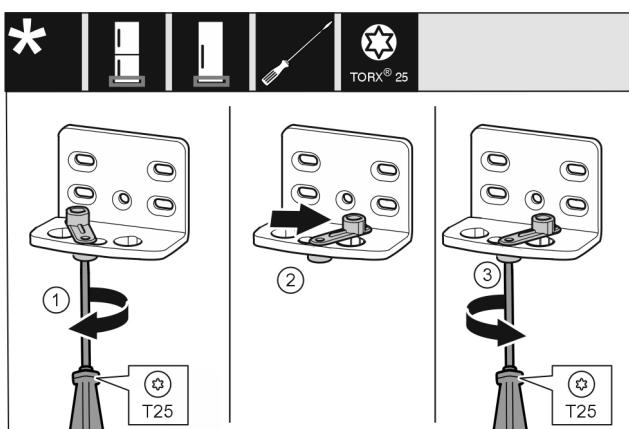

Fig. 14
- ▶ Vijake rahlo privijte z izvijačem T25. Fig. 14 (1)
- ▶ Pripomoček za zapiranje vrat dvignite in v izvrtni zavrtite za 90° v desno. Fig. 14 (2)
- ▶ Trdno privijte vijak izvijačem T25. Fig. 14 (3)